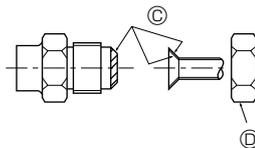

Fig. 4-1
### 4.2. Connexion des tuyaux (Fig. 4-1)
- ④ (Fig. 4-1)
- ⑤ (Fig. 4-1)